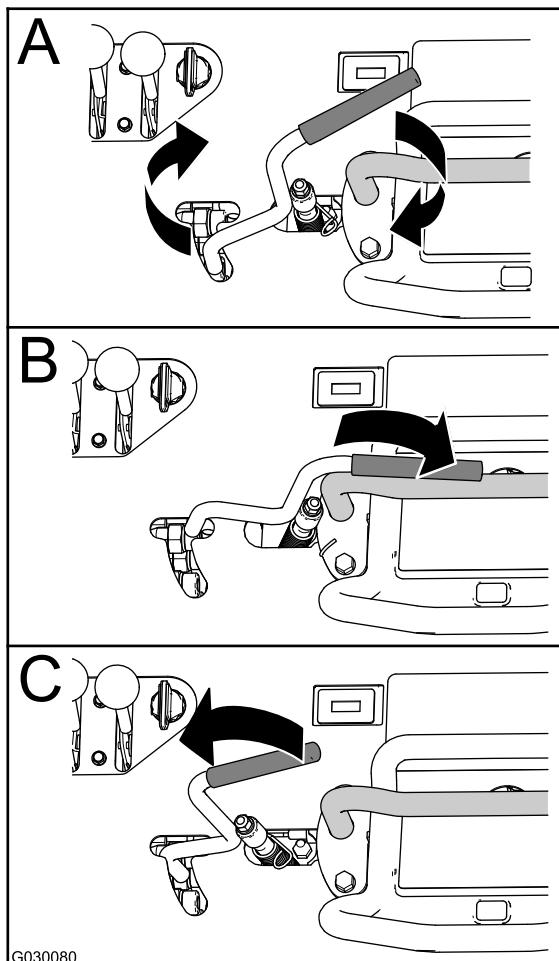

Figura 1
4. Ruotate il comando dello scavafossi in senso orario (A di Figura 1).
5. Spostate la leva di comando dello scavafossi completamente in avanti (B di Figura 1) e indietro (C di Figura 1), 4 o 5 volte.